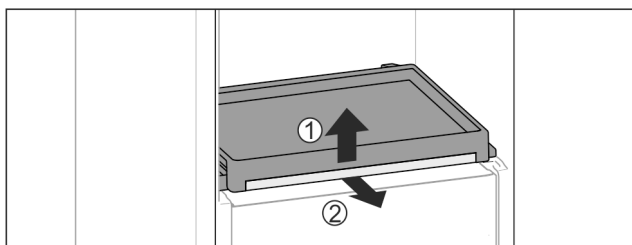

Fig. 60
- ▶ Vyjměte vysouvací přihrádku se skleněnou deskou: Skleněnou desku vpředu lehce nadzvedněte Fig. 60 (1) a vytáhněte dopředu Fig. 60 (2).